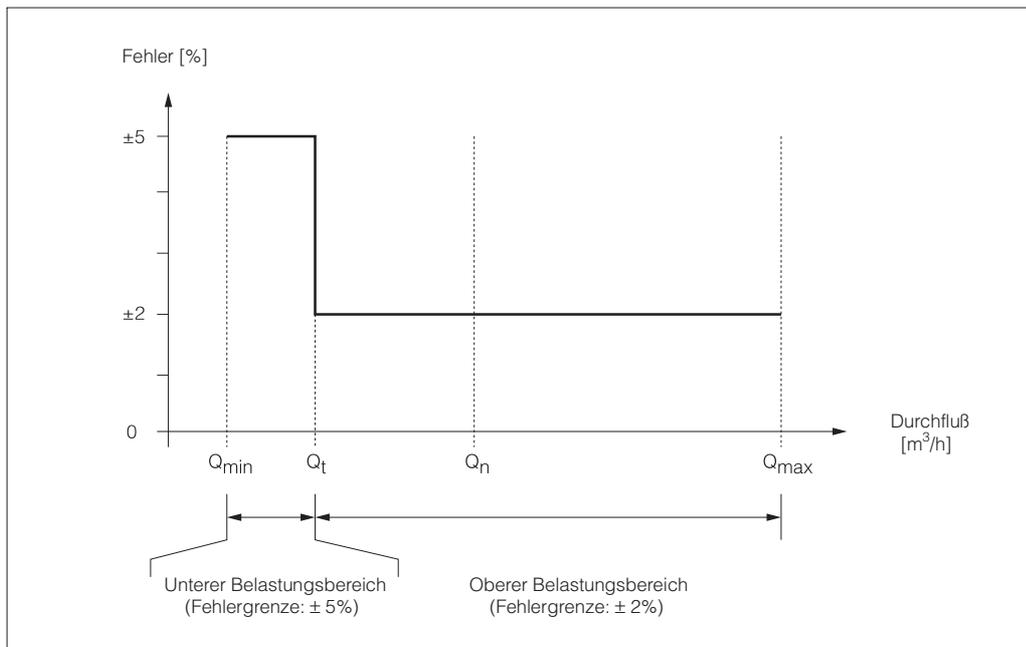

Abb. 35 Durchflußbereiche und Eichfehlergrenzen für Kaltwasser
- Q_t "Übergangsdurchfluß", der den unteren vom oberen Belastungsbereich trennt. Unterer bzw. oberer Belastungsbereich unterscheiden sich durch die Eichfehlergrenzen (s. Abb. 35):